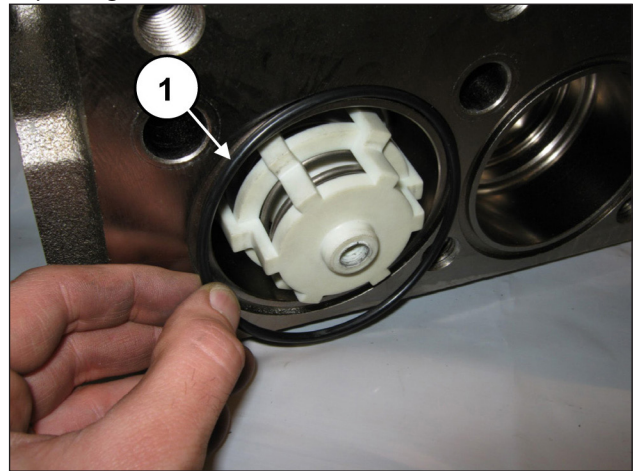

Fig. 151
Appliquer le joint torique à l'avant des soupapes d'aspiration (rep. ①, Fig. 151).